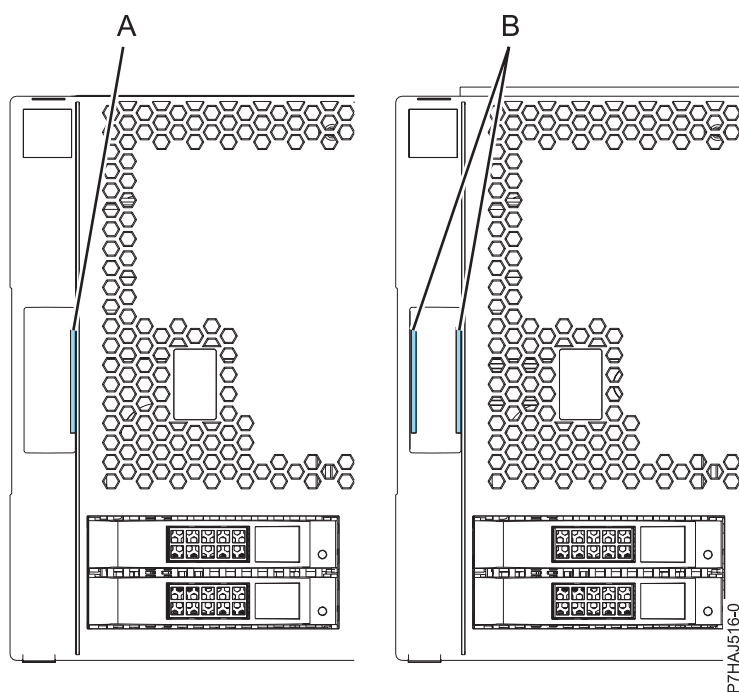

Figura 9. Identificació de les cobertes més antigues i més noves
Nota: Les cobertes més antigues subministrades abans d l'1 de març de 2011 es poden identificar amb una sola ratlla blava (A) als pestells del conjunt de la coberta. Les cobertes més noves subministrades després de l'1 de març de 2011 tenen dues ratlles blaves (B) als pestells del conjunt de la coberta. Vegeu Figura 9 a la pàgina 28.